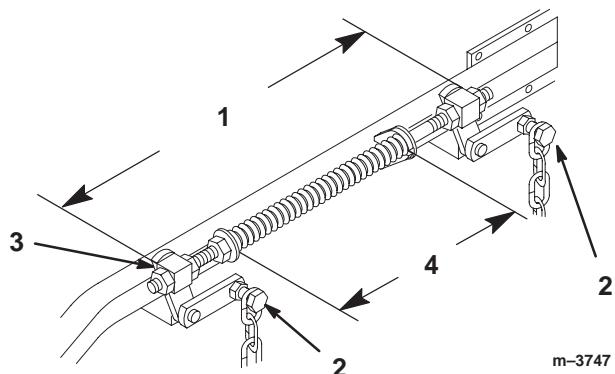

Figure 52
- Desserrez les 4 boulons de chaîne supérieurs dans les fentes. Vérifiez la longueur des ensembles tige/pivot. Il doit exister un écart de 496 mm (19-17/32") entre l'extérieur du pivot arrière et l'extérieur du pivot avant (Fig. 52). Vérifiez que les quatre pivots bougent librement dans les trous.
- Tirez sur les quatre (4) boulons supérieurs de fixation des chaînes dans les fentes pour supprimer le mou dans les chaînes et serrez les contre-écrous à collerette. (le plateau de coupe est encore supporté par deux cales à l'arrière et une cale à l'avant de la machine.)
2. Les ressorts sont comprimés pour obtenir un écart de 279 mm (11") entre les deux grandes rondelles (Fig. 52).
3. Tournez l'écrou devant chaque ressort pour obtenir le réglage voulu (Fig. 52). Tournez l'écrou dans le sens horaire pour raccourcir le ressort et dans le sens anti-horaire pour l'allonger.